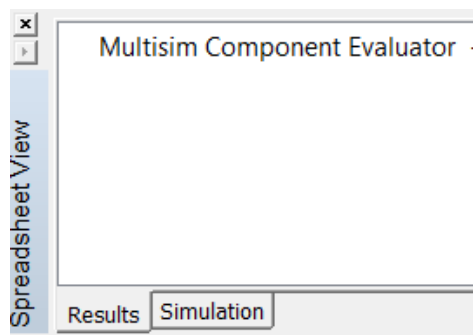

Рис. 11. Блок информации
3) *Spreadsheet view* - Блок информации (рис. 11). Блок предназначен для отображения результатов симуляции проекта, связей между элементами.